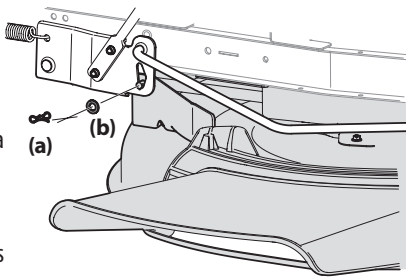

Figure 18
3. Enlevez la goupille papillon (a) et la rondelle plate (b) de l'ensemble de relevage du plateau de coupe et gardez-les pour les utiliser plus tard. Voir la Figure 18.